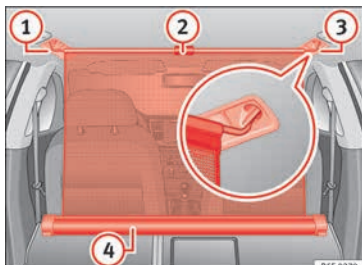

Fig. 169 En el maletero: red de separación enganchada con los respaldos del asiento trasero abatidos.
- Tire hacia arriba de la lengüeta » **fig. 169 ②** para sacar la red de la carcasa » **fig. 169 ④**.
- Enganche la red de separación en el lado derecho » **fig. 169 ③** (imagen ampliada).
- Enganche la red de separación en el alojamiento del lado izquierdo » **fig. 169 ①** estirando la barra.
La red de separación está correctamente montada cuando los extremos en forma de T están enganchados firmemente en los alojamientos correspondientes » **fig. 169 ③** y **①**.
- Enrolle la red en la carcasa » **fig. 169 ④** bajándola con la mano.